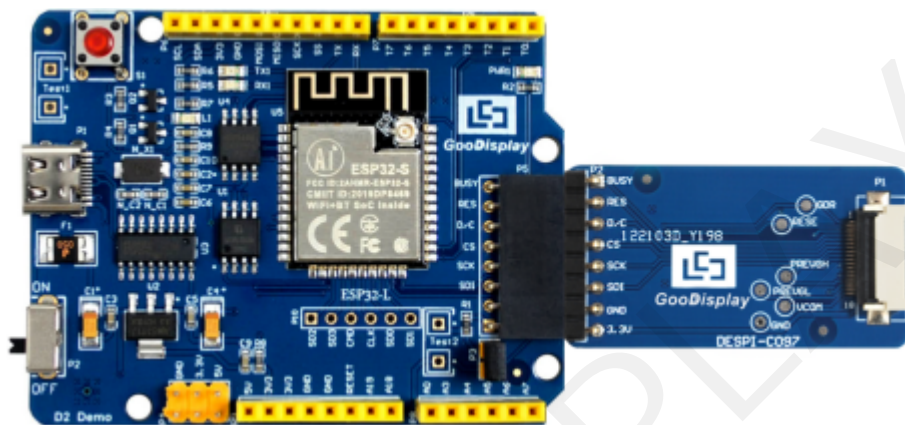
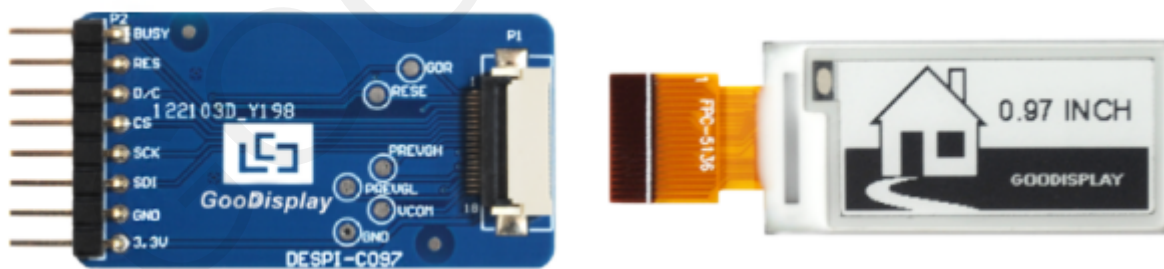

图 3 主板与转接板连接方式
图4 电子纸显示屏与转接板插接示意图
1) 将主板和转接板以图 3 所示方式相连，将FPC 以图 4 所示方式连接至转接板的连接器（注意电子纸显示屏的连接方向）。